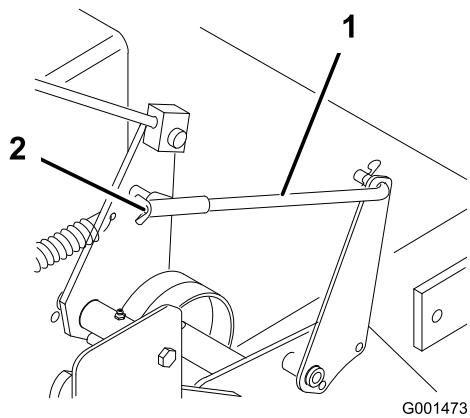

Figura 38
5. Para ajustar el freno, gire las tuercas de orejeta de las varillas de freno (Figura 38). Gire las tuercas de orejeta en el sentido de las agujas del reloj para apretar el freno; gírelas en el sentido contrario a las agujas del reloj para aflojar el freno.